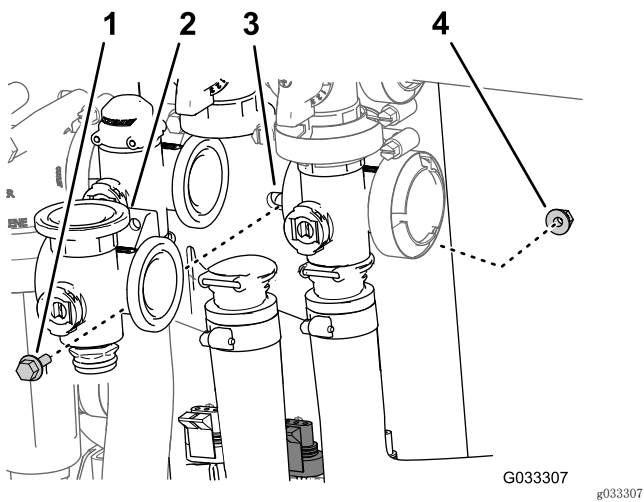

图65
3. 卸下将搅拌阀固定至阀安装座的凸缘头螺栓和凸缘锁紧螺母，然后从机器中拆下阀歧管（图65）。